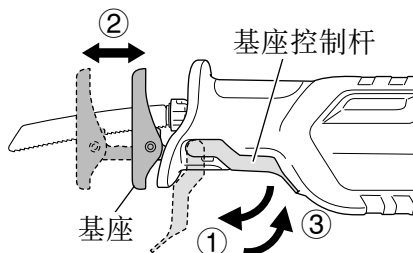

图 9
- (1) 顺时针扭转基座控制杆；使基座滑至适宜位置。可将基座调至 5 个位置。
- (2) 逆时针扭转控制杆以固定基座。(图 9)
- (3) 请确保基座不会对刀刃产生干扰。